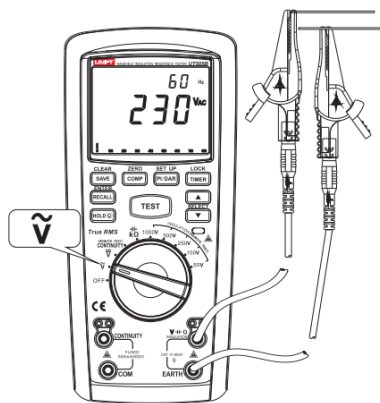

Figura 4
1. Medição da tensão AC (ver figura 4)